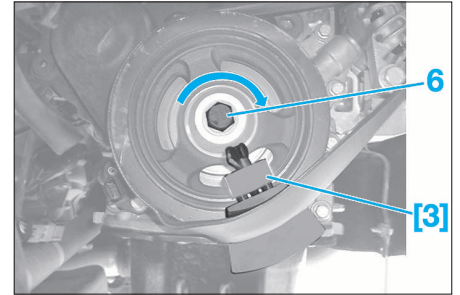

FIG. 19
- Par le biais de la vis (6), tourner dans le sens horaire la poulie de vilebrequin (Fig.19).